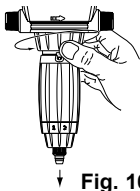

Fig. 16
- Dévisser l'écrou de maintien du sous-ensemble dosage (Fig. 16).